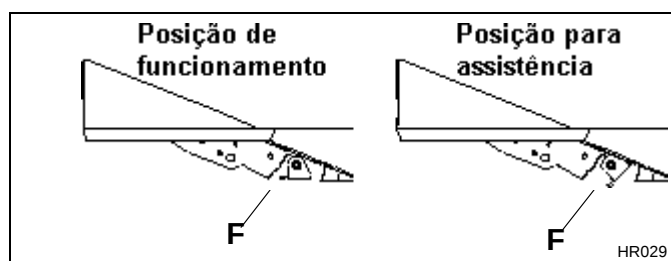

Fig. 4C
1. Rode o mecanismo anti-oscilante **(F)**, localizado por baixo do painel do pavimento do lado esquerdo, para a posição de assistência técnica - Fig. 4C.
4. Rode o mecanismo anti-oscilante **(F)** para a posição de trabalho. Fig. 4C